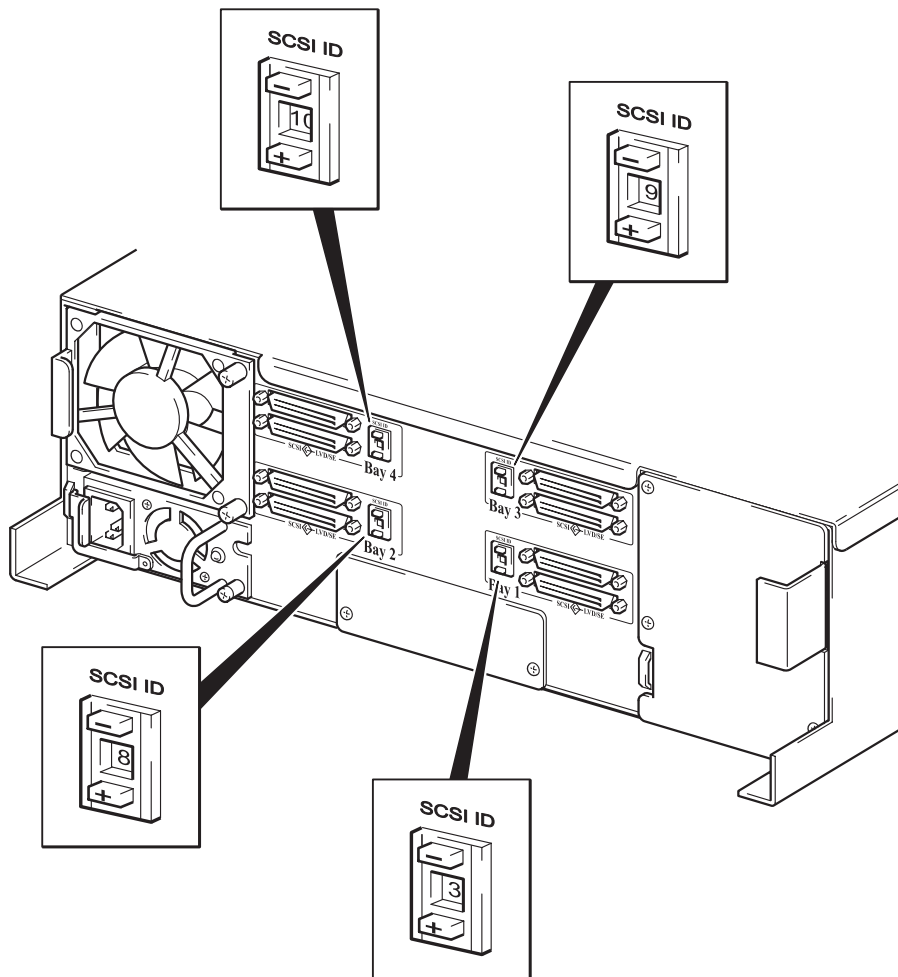

Abbildung 2: Einstellen der SCSI-ID
- 2 Setzen Sie den geeigneten Drucktaster (siehe Abbildung 2). Stellen Sie bei verketteten Geräten (Daisy-Chain) sicher, dass alle Geräte denselben SCSI-Typ aufweisen und dass den einzelnen Geräten am selben SCSI-Bus eine eindeutige SCSI-ID zugeordnet wurde. Verketteten Sie nicht mehr als zwei Geräte am selben SCSI-Bus.